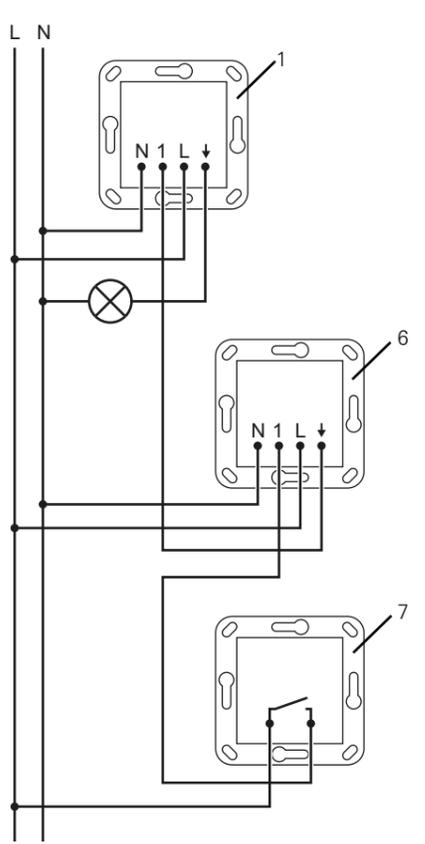

Figure 4: Schéma de raccordement avec poste secondaire
Pour étendre la zone de détection, raccorder des Sensotec supplémentaires, voir schéma de raccordement (figure 4). Le poste principal évalue alors les signaux de mouvement des postes secondaires.
- Raccorder le module encastré selon le schéma de raccordement (figure 4).